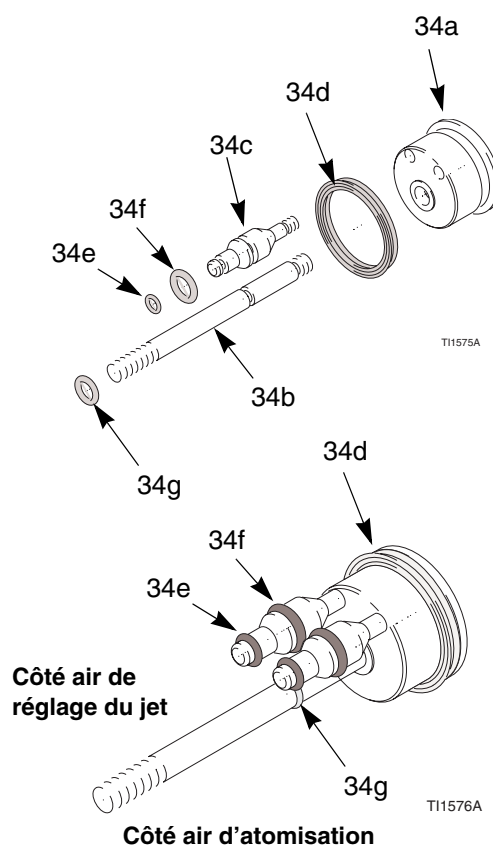

Fig. 28. Joints toriques du piston
5. Examiner l'état des joints toriques (34e, 34f, 34g) et le joint en U (34d). Voir le Table 5 et la Fig. 28.